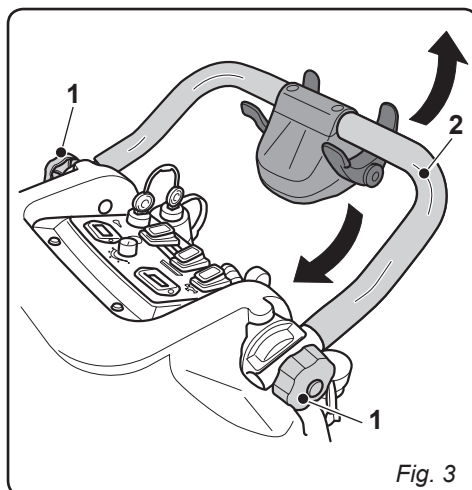

Fig. 3
3.1.a - Positionnement du manche (Fig. 3)
- Desserrer les volants à main (1).
- Placer la poignée (2) à la hauteur souhaitée puis serrer les volants à main (1).